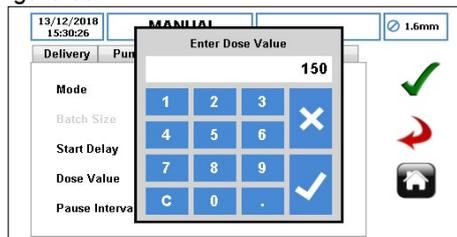

Figure 69 Saisir la valeur de dose
- ▶ Sélectionnez la valeur de dose pour définir le volume de la dose. Un clavier apparaîtra alors, comme indiqué à la figure 69.